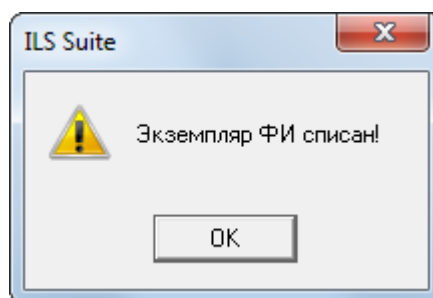

Рис. 22-15 – Экземпляр ФИ списан
5) Выводится информационное сообщение о том, что экземпляр ФИ списан (рис. 22-15).